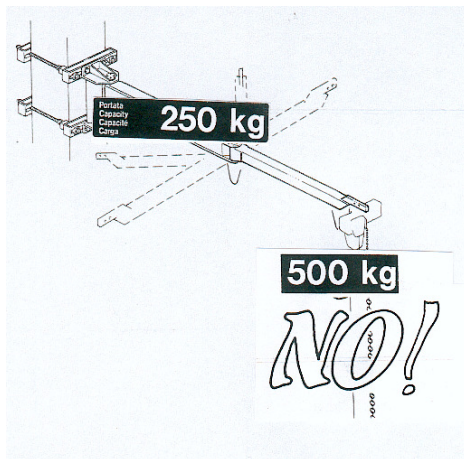

fig. 13
- Om en lyftenhet (telfer) som inte ingick i leveransen ska användas måste den vara kompatibel med svängkranen (se punkt 2.2.7) när det gäller: (fig. 13).